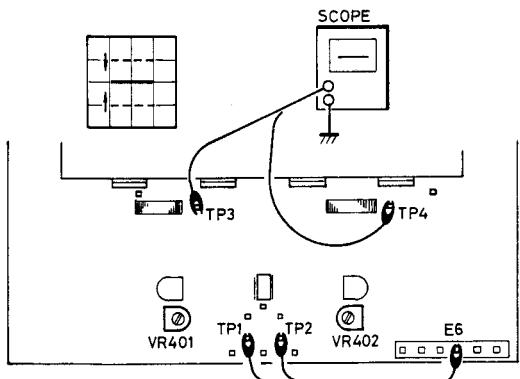

Fig. 1
Before making adjustment, short-circuit pin E6 to pin TP3 (TP4 for R-ch) on H-AF-119 p-c board, to avoid servo effect. (Fig. 1)
- Connect the oscilloscope to pin TP3 (TP4 for R-ch) on main amp p-c board. Set volume control of the amplifier to minimum position. Turn on the power. When DC output appears on the screen (the trace will shift upwards or downwards as shown in Fig. 1), adjust potentiometer VR401 (VR402 for R-ch) on H-AF-119 p-c board so that the DC voltage present at the test point is  $0\text{V}\pm 50\text{mV}$ .
- Régler la commande de gain vertical de l'oscilloscope sur 0,1 V/cm et la commande d'entrée verticale sur GND. Amener la trace en position centrale sur l'écran; amener ensuite la commande d'entrée verticale sur la position CC. Avant d'effectuer ce réglage, court-circuiter la broche E6 et la broche TP3 (TP4 pour le canal de droite) sur la plaquette de circuit imprimé H-AF-119 afin d'éviter l'effet de rétroaction (Fig. 1).
- Brancher l'oscilloscope sur la broche TP3 (TP4 pour le canal de droite) sur la plaquette du circuit d'amplification principal. Régler la commande de volume de l'ampli sur la position minimum. Mettre sous tension. Lorsque la sortie CC apparaît sur l'écran (la trace est décalée vers le haut ou vers le bas comme illustré sur la Fig. 1), ajuster le potentiomètre VR401 (VR402 pour le canal de droite) sur la plaquette H-AF-119 de façon à ce que la tension CC observée sur le point de mesure soit de  $0\text{V}\pm 50\text{mV}$ . Une fois le réglage terminé, débrancher le circuit de mise à la masse de la borne TP.